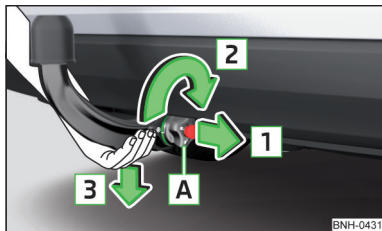

Abb. 225
- Die Kugelstange **von unten** fassen » Abb. 225.